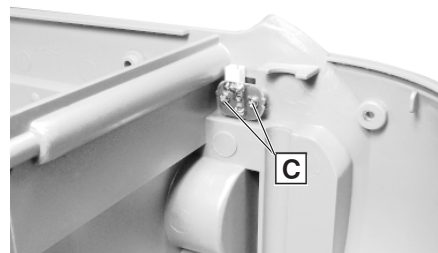

Fig. 12
- 2 Schrauben **C** (Fig. 12) herausschrauben und Leiterplatte mit Stereo/Mono-Schalter herausnehmen.
- Undo 2 screws **C** (Fig. 12) and remove the stereo/mono switch PCB.